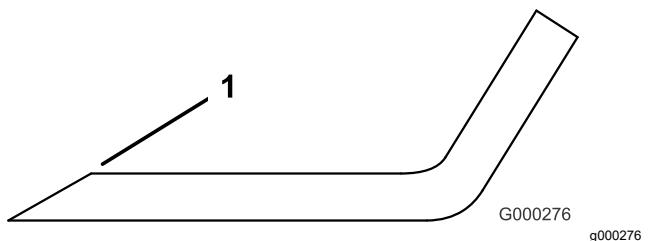

**Figura 85**
2. Examine cuidadosamente los extremos de corte de la cuchilla, sobre todo en el punto de reunión entre la parte plana y la parte curva de la cuchilla (Figura 85).
**Nota:** Puesto que la arena y los materiales abrasivos pueden desgastar el metal que conecta las partes curva y plana de la cuchilla, compruebe la cuchilla antes de utilizar la máquina. Si se aprecia desgaste, (Figura 85), cambie la cuchilla.